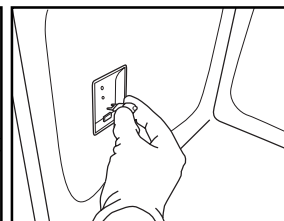

Fig.8
4. Cambie la bombilla (consulte la nota sobre el tipo de bombilla) (Fig.8).